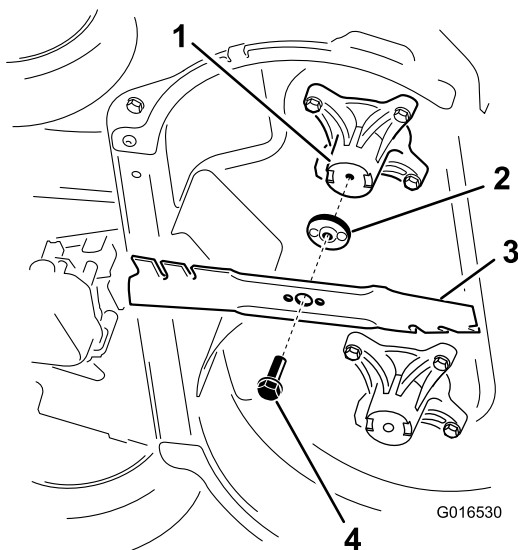

Bild 44
2. Entfernen Sie jedes Messer, siehe Bild 44.
1. Montieren Sie das erste Messer so, dass es horizontal ist, und all Befestigungen, wie in Bild 44 dargestellt.